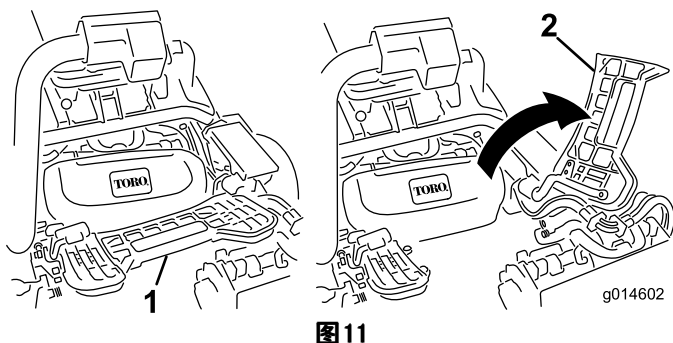

图 11
7. 如果安装中间滚刀组，应提起脚踏板向上翻，以便接触到中间滚刀组位置（图 11）。